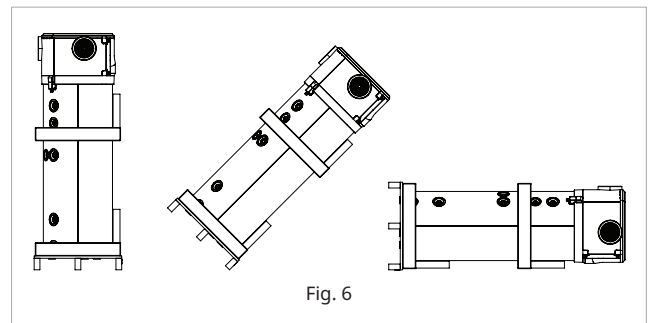

Fig. 6
- Incline o dispositivo conforme a Fig. 6.